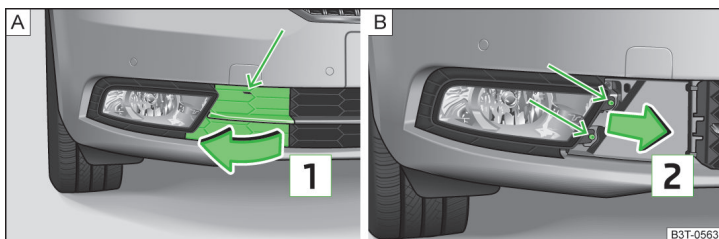

Fig. 203 Bara de protecție față: Grilaj de protecție / demontare faruri ceață
- Desprindeți grilajul de protecție în zona săgeții » fig. 203 - **A** cu ajutorul etrierului pentru extragerea capacelor integrale de roți » pagina 206, *Trusa de scule*.
- Deșurubați farul de ceață » fig. 203 - **B** folosind șurubelnița din trusa de scule.
- La remontare, introduceți farul de ceață în sens contrar săgeții **2** » fig. 203 - **B** și înșurubați-l.